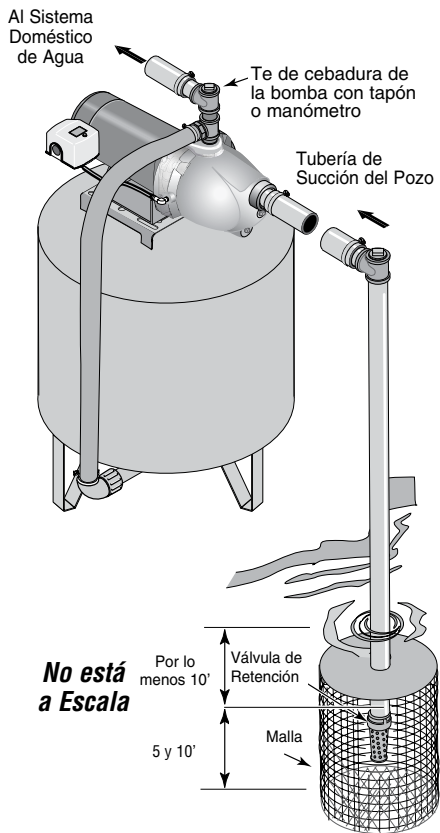

Figura 3: Instalación para agua superficial
INSTALACION PARA AGUA SUPERFICIAL (Figura 3)
- Paso 2. Instale una válvula de retención y la tubería de succión (vea la Figura 3). Asegúrese de que la válvula de retención funcione libremente. Utilice cinta sellante de PTFE para roscas de tubería para juntas de tuberías den las juntas roscadas de la tubería. Proteja la conexión de la válvula de retención de peces, basura, etc., con la instalación de una malla de alambre a su alrededor (Vea la Figura 3).
- Paso 4. Instale una “T” para cebar, tapón para cebar y la tubería de succión a la bomba (vea la Figura 3). Soporte la tubería para que no haya inclinaciones verticales o hundimientos en ella a fin de que no ejerza tensión sobre el cuerpo de la bomba y con el propósito de que no se incline ligeramente hacia arriba desde el pozo hacia la bomba (los puntos altos pueden ocasionar que se formen bolsas de aire que pueden bloquear la bomba). Selle las juntas de la tubería de succión con cinta sellante de PTFE para roscas de tubería para juntas de tuberías. Las juntas deben ser a prueba de agua o estar herméticamente cerradas. *Si la tubería de succión pudiera succionar aire, la bomba no podrá sacar agua del pozo.*